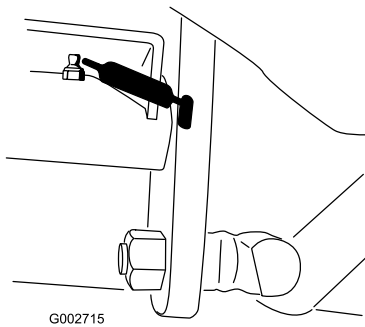

Figura 23
- perno del pedale della trazione (1) (Figura 23)